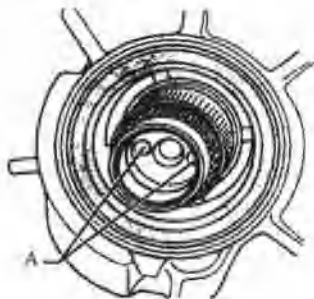

图 5.11 涡轮轴中孔 A 的位置
- ① 将油底壳朝下放置变速器, 拆掉变矩器。
- ② 将涡轮轴中孔 A 的位置旋转成水平, 如图 5.11 所示。